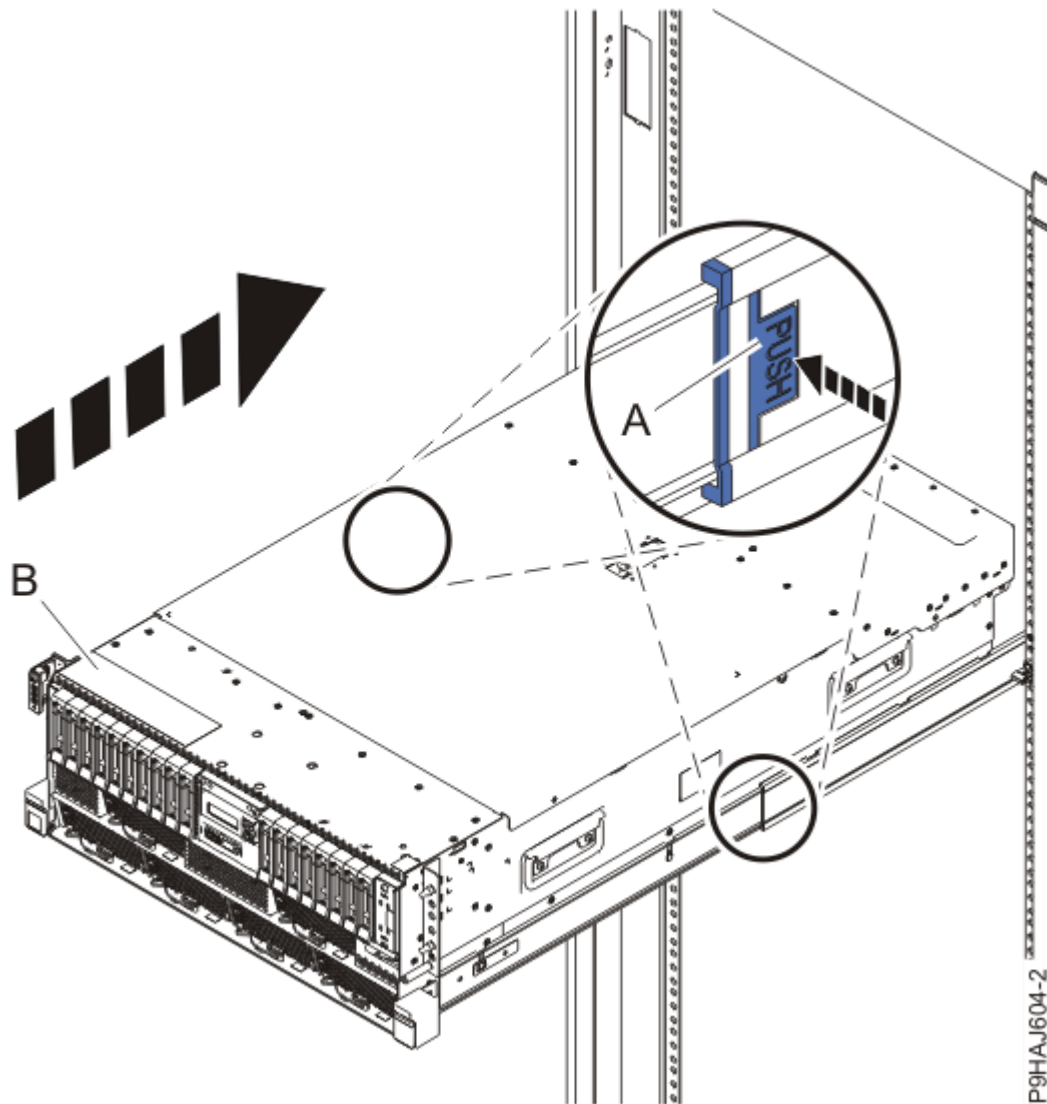

Abbildung 40. System in die Betriebsposition bringen
3. Entsperren Sie bei einem Einschubsystem die blauen Schienensicherheitsverriegelungen **(A)**, indem Sie sie nach innen drücken (siehe Abbildung 40 auf Seite 46).